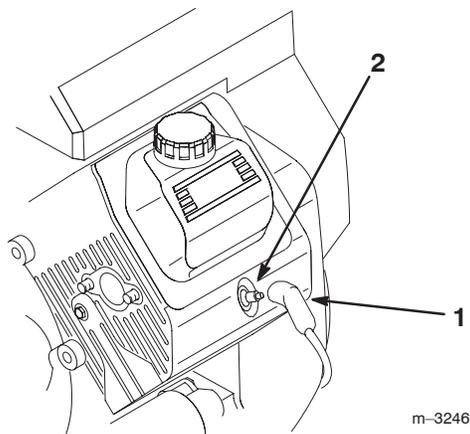

Figure 57
- Débranchez les fils des bougies (Fig. 57).
- Rebranchez les bougies (Fig. 57).